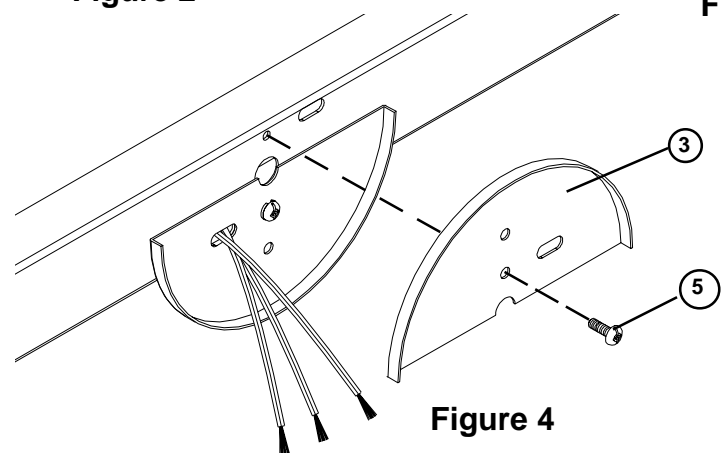

Figure 4
**4. To install Canopy (3),** align hole and slot on Canopy with hole and slot on back of Channel (6), (flange of Canopy should be facing away from Channel), insert fixture leads through slot on appropriate Canopy and secure with Screw #8-32 x 1/4" (5) provided. Repeat for second Canopy. **See Fig. 4.**
**4. Para instalar el Espaciador de Sobrecielo (3),** alinee agujero y la ranura en el Espaciador de Sobrecielo con el agujero y ranura en la parte trasera del Canal (6), (el reborde del Espaciador de Sobrecielo debe estar mirando en el sentido opuesto al Canal), inserte la parte delantera de los alambres del luminario a través de ranura del Espaciador de Sobrecielo apropiado y asegure con el Tornillo #8-32 X 1/4" (5) proporcionado. Repita para el segundo Espaciador de Sobrecielo. **Vea Fig. 4.**